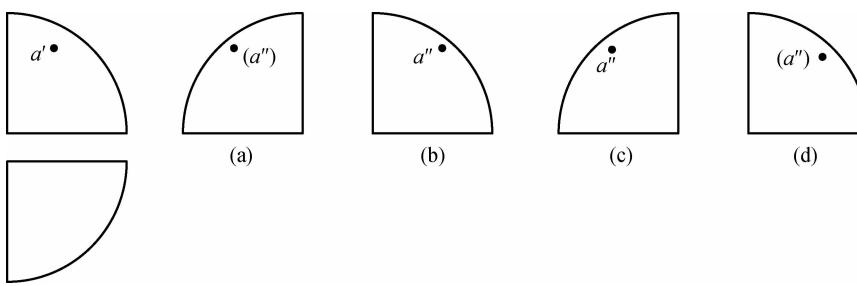

图 1-2
6. 图 1-2 所示几何体左视图及其表面上点 A 的侧面投影都正确的是()。